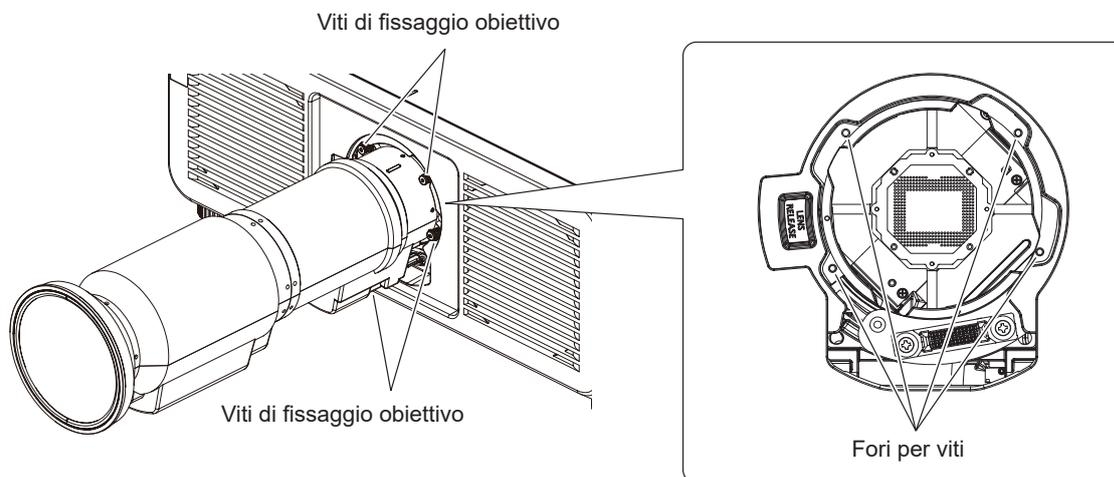

Fig. 4
4) **Fissare l'obiettivo di proiezione con le viti di fissaggio. (Fig. 4) (Solo per ET-C1U100)**